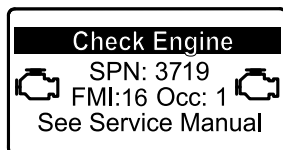

Figura 42
- Si es necesario realizar la regeneración con la máquina aparcada, el InfoCenter muestra la advertencia del motor SPN 3719, FMI 16 (Figura 42) y el ordenador del motor reduce la potencia del motor al 85 %.